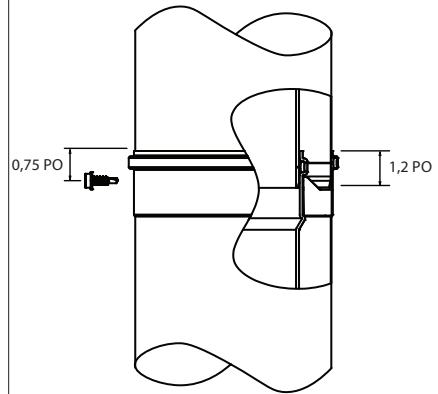

Figure 18
3. Utilisez les deux vis autotaraudeuses fournies pour fixer les manchons d'évacuation extérieurs au joint, à 3/4 po du bord et sur les côtés opposés du conduit. (**Fig.18**)